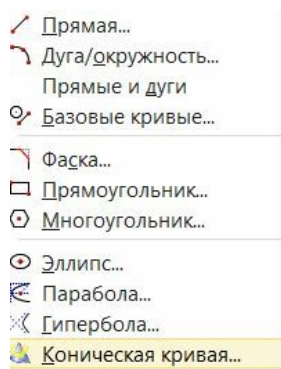

рис.100
- Команда этой кривой находится в падающем меню «Вставить \ Кривая \ **Коническая кривая**» (рис.100). С её помощью строятся эллипсы, гиперболы, параболы (или их фрагменты).
- Представьте себе тело со сложным вырезом на рис.100. Допустим, нам нужно получить только внутреннюю поверхность этого выреза.